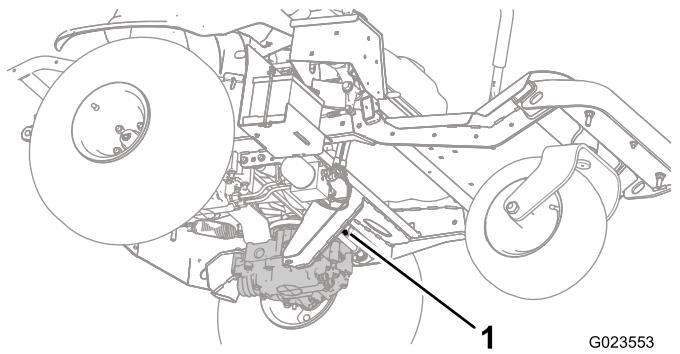
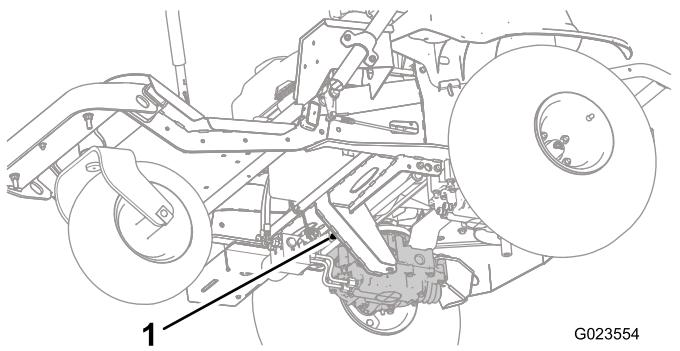
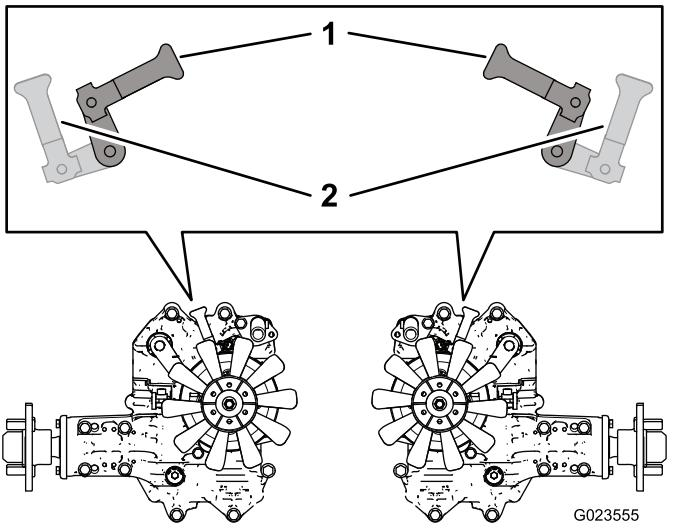

Figura 22
Figura 23
Figura 24
2. Desde debajo de la máquina, gire las palancas de las válvulas de desvío (Figura 22 y Figura 23) hacia dentro, orientadas hacia el centro de la máquina (Figura 24), y quite el freno de estacionamiento; consulte Uso del freno de estacionamiento (página 20).
3. Cuando haya terminado de empujar o remolcar la máquina, mueva las palancas de las válvulas de desvío hasta que estén orientados hacia la parte delantera de la máquina, para poder conducir la máquina (Figura 24).